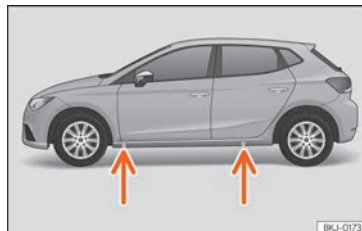

Fig. 38 Points de prise du cric.
- Recherchez sur le bas de caisse la marque du point d'appui du cric (zone renforcée) le plus proche de la roue à changer » » **fig. 38.**